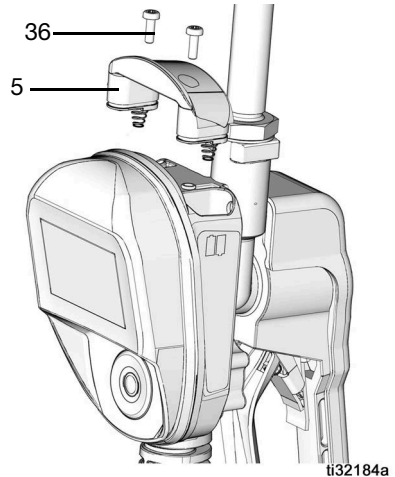

FIG. 49
5. Posicione novamente a tampa (5) e os parafusos (36). Não aperte demais os parafusos (FIG. 49).